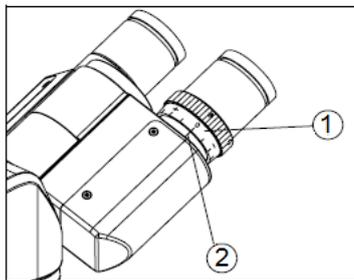

Fig. 1 Dioptrereinstellung
- Dann mit dem linken Auge durch das linke Okular sehen. Wenn das Bild nicht scharf ist, am Dioptrereinstellring (1) drehen, bis das Objekt scharf abgebildet ist (siehe Fig. 1).